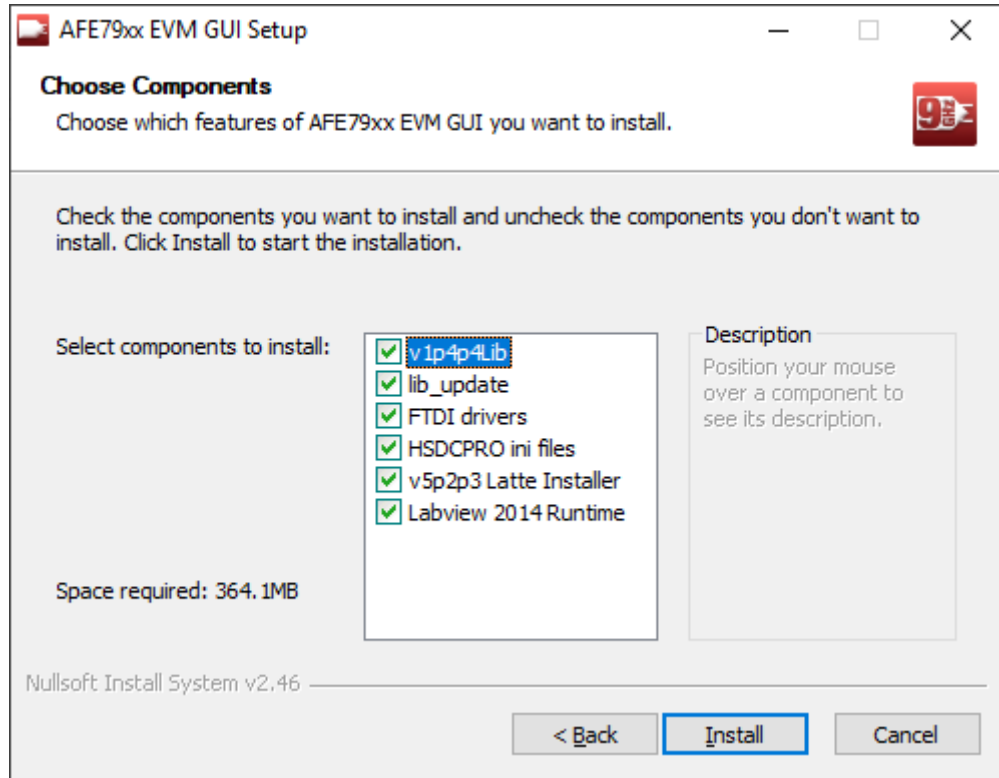

图 1-3. Latte 安装程序选项
2. 安装 *AFE79xxEVM\_GUIv1p4p4p1.exe*。按照安装程序执行过程中的所有说明进行操作。如图 1-3 中所示，安装程序将安装以下内容：